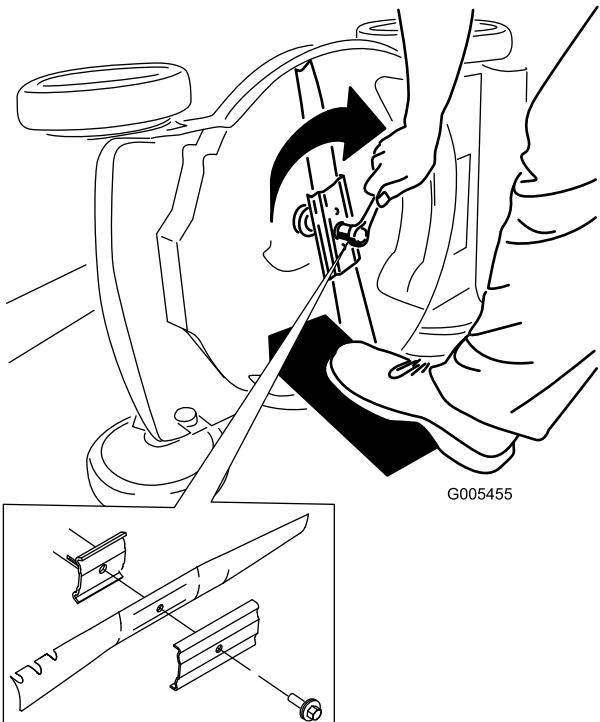

Рисунок 20
- Установите новый нож, закрепив все крепежные детали (Рисунок 20).